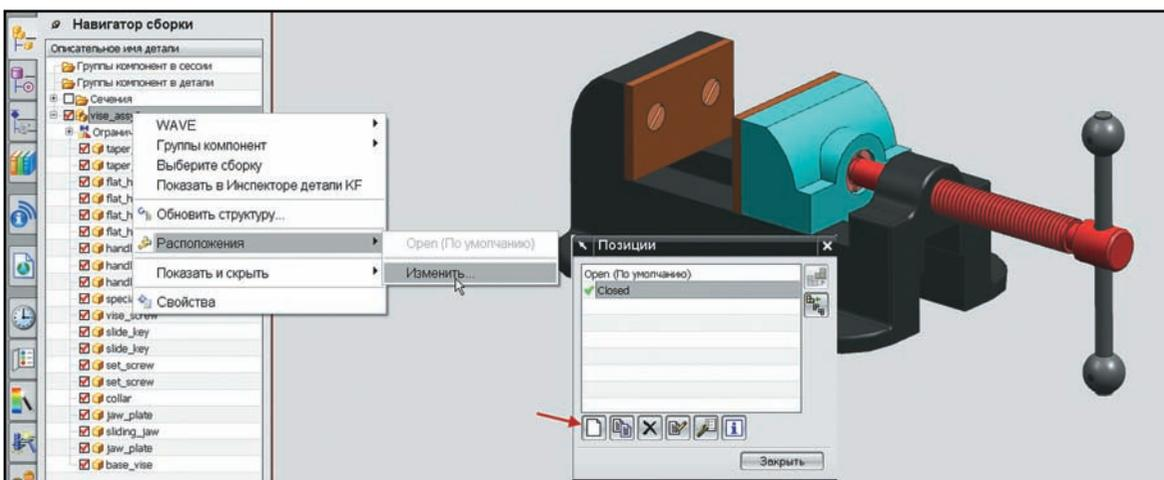

Рисунок 7.15. Задание нового расположения
- Сделав активным созданное расположение двойным щелчком левой кнопки мыши или кнопкой **Использовать (Use)**, затем закрыть диалог (рис. 7.15).